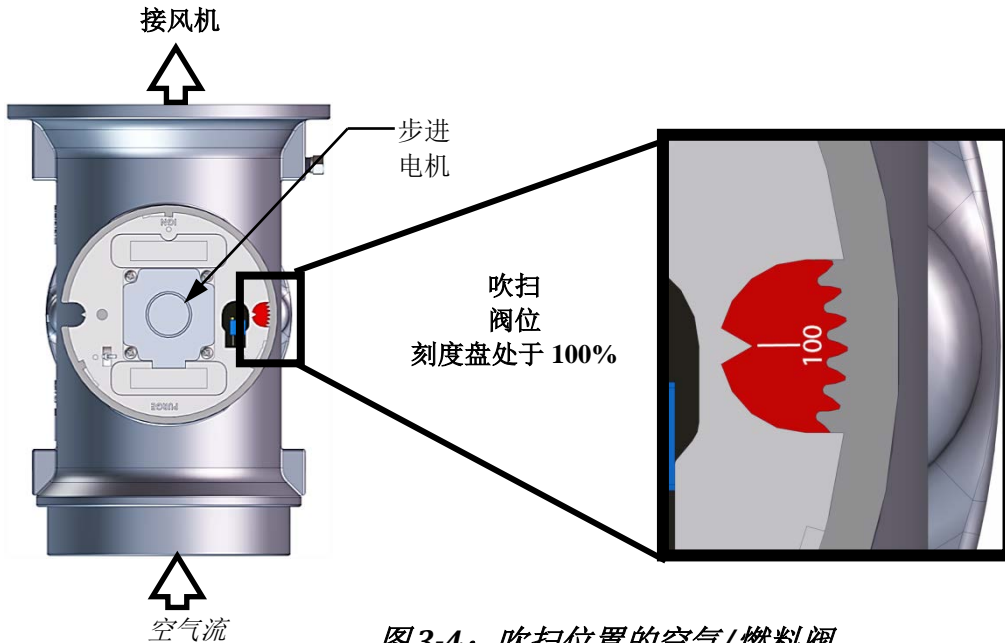

图3-4: 吹扫位置的空气/燃料阀
- b. 空气/燃料阀将旋转到全开吹扫位置，并且关闭吹扫位置开关。空气/燃料阀（图 3-4）的刻度盘将显示 **100**，表示它已全开 (100%)。